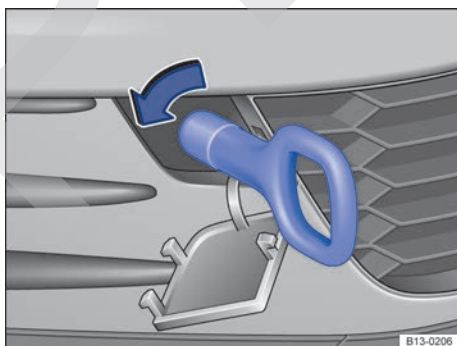

Fig. 175 En el lado derecho del paragolpes delantero: enroscar la argolla de remolque.
- Enrosque la argolla de remolque en el alojamiento girándola al máximo **en el sentido contrario al de las agujas del reloj** → fig. 175 → Ⓞ. Utilice un objeto adecuado con el que pueda enroscar completa y firmemente la argolla de remolque en su alojamiento.